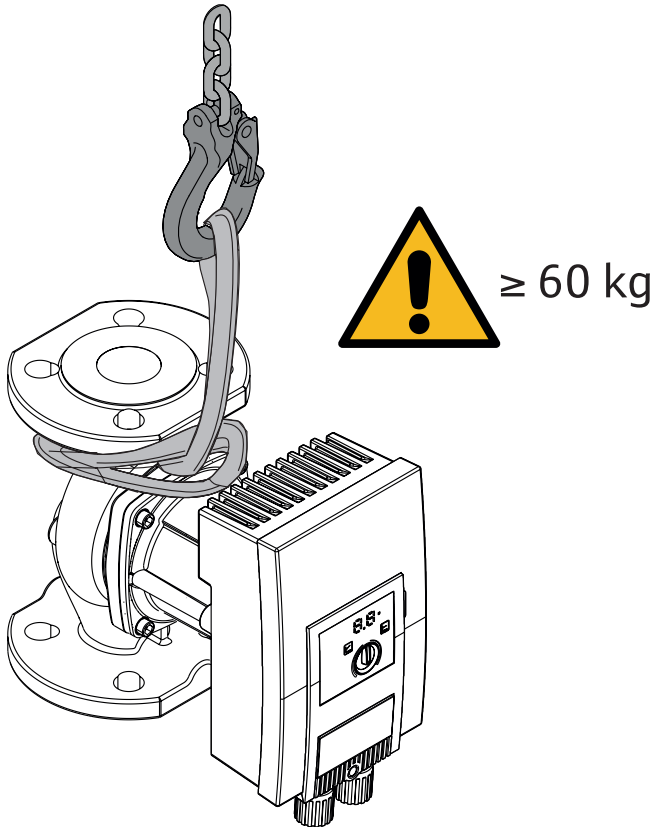

Fig. 3: Transport
- Kandke ainult mootorit või pumba korpusest kinni hoides → Fig. 3.